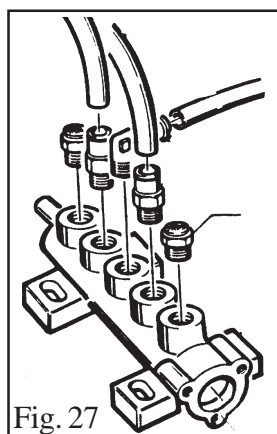

Fig. 27
**NOTA:** Per la pulizia o sostituzione del silenziatore per l'apertura/chiusura griffe fare riferimento alla fig. 27 e procedere come descritto:
**Note:**For cleaning or replacing the silencer for opening/closing clamps, see fig.27 and proceed as follows:
**NOTE: Pour nettoyer ou remplacer l'atténuateur de bruit ouverture/fermeture des mors, il faut se référer à la figure 27 et opérer de la façon suivante:**
**WICHTIG:** Bei der Reinigung oder Auswechslung des Schalldämpfers, für die Öffnung und Schließung der Spannklauen, Abbildung 27 beachten: